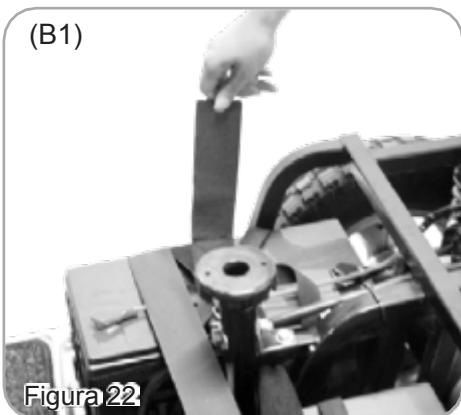

Figura 22
3. Aprire il dispositivo di fissaggio a strappo (B1) (Figura 22).